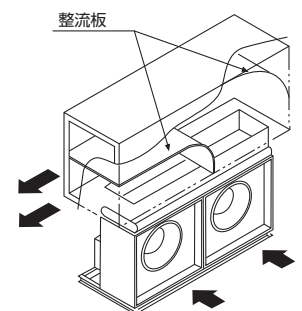

図5-2 ファン2連のプレナムチャンバ施工例
- ・吐出ダクト・プレナムチャンバは空気の流れが偏らないようにダクト取り出し施工してください。ファン2連の場合、プレナムチャンバのダクト取り出しが偏芯していると、偏流が生じやすいため必要により整流板などを施工してください。（図5-2 参照）